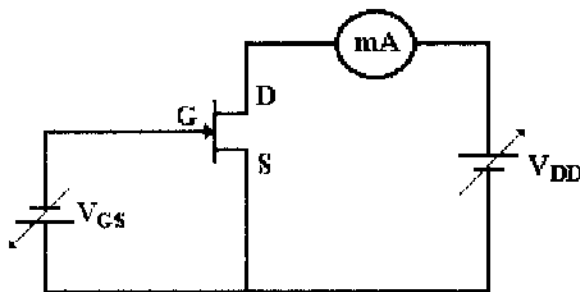

Figura 1.2
4.- Determinación de las características de transferencia del JFET los parámetros que especifican la operación de un JFET son  $I_{DSS}$  y  $V_p$ , los cuales pueden ser obtenidos en forma práctica de la forma siguiente, figura 1.2: